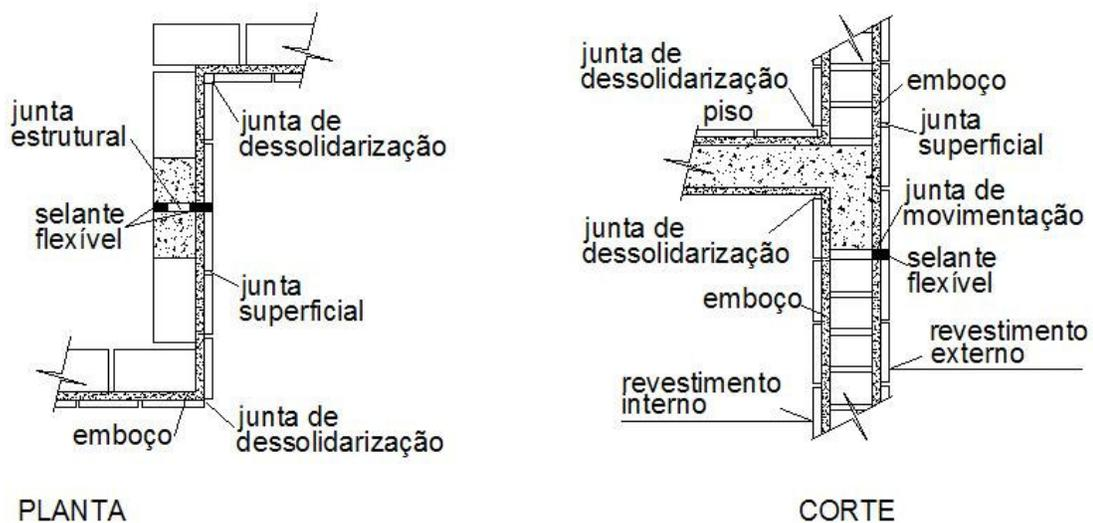

Figura 8.8 – Detalhe dos tipos de juntas
- **Estruturais**, que devem existir na estrutura de concreto cuja função é aliviar as tensões provocadas pela movimentação da estrutura, e as de (Figura 8.8);
- **Expansão ou movimentação**, que devem existir em grandes áreas, e entre as paredes ou anteparos verticais auxiliando a movimentação dos mesmos. Elas devem ser executadas em painéis de até 32m² para os pisos internos ou até 24m² nos painéis externos, longitudinalmente e transversalmente. As juntas de movimentação necessitam aprofundar-se até a superfície da base (laje, contrapiso, etc...) e ser preenchida com material deformável, vedada com selante flexível e devem ter entre 8 a 15 mm de largura (Figura 8.8).
- **De Dessolidarização**, tem a função de separar a área com revestimento de outras áreas (Figura 8.8).